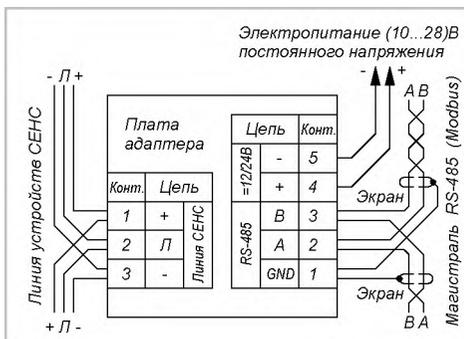
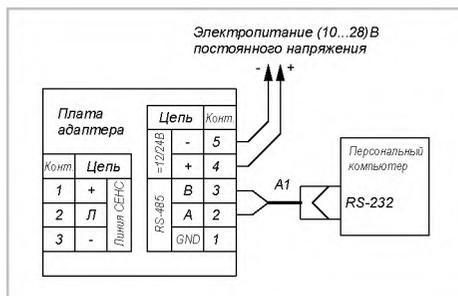

Рис. 5. Схема подключения адаптера.
Рис. 6 Схема подключения к порту RS232 компьютера.
Схема подключения приведена на рис. 5.
**Примечание.** На рис. 5 показано подключение адаптера в середине (в разрыв) магистрали интерфейса RS-485. Если адаптер располагается в конце магистрали интерфейса RS-485, между контактами сигнальных цепей А и В можно установить резистор номиналом 100 Ом и мощностью 0,25 Вт.
8.1 Подключите адаптер к компьютеру согласно схемы на рис. 5 (при подключении к порту RS-485) или схемы на рис. 6 (при подключении к порту RS-232).
2. Схема, приведенная на рис. 6, не допускает применение длинного кабеля. При необходимости используйте подключение по интерфейсу RS-485.
9.2.1 Подключите адаптер к линии устройств СЕНС и порту RS-485 компьютера, согласно схемы на рис. 5 (схема подключения к порту RS-232 компьютера показана на рис. 6). Подайте питание на линию СЕНС.